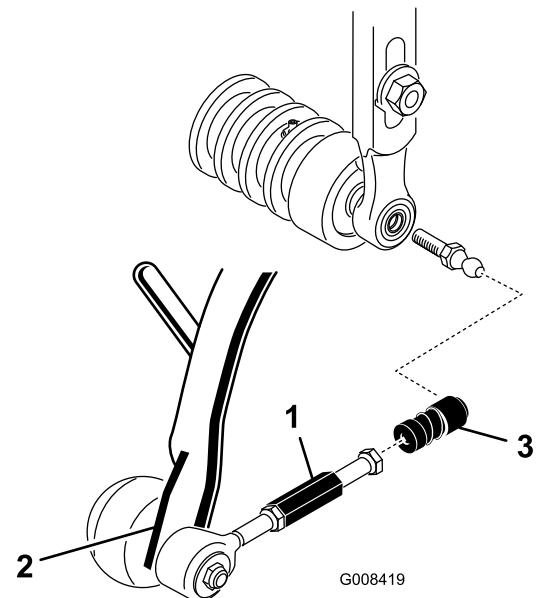

Figure 11
- Repoussez le manchon sur chaque douille de rotule et accrochez la douille sur la rotule du plateau de coupe (Figure 11).